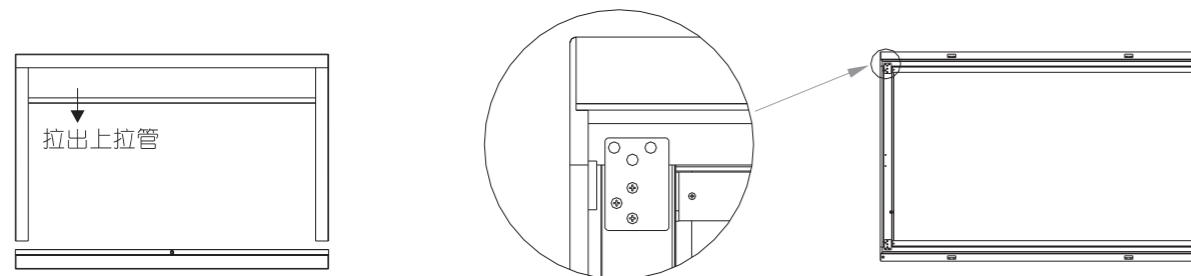

图 3
3. 下拉管左右两处的安装方法与上述一致；请注意，操作此步骤时，应将上拉管拉出适量距离并保持此种状态，否则下拉管塞无法拉出，影响到拉管的安装；安装完成后如图3所示；